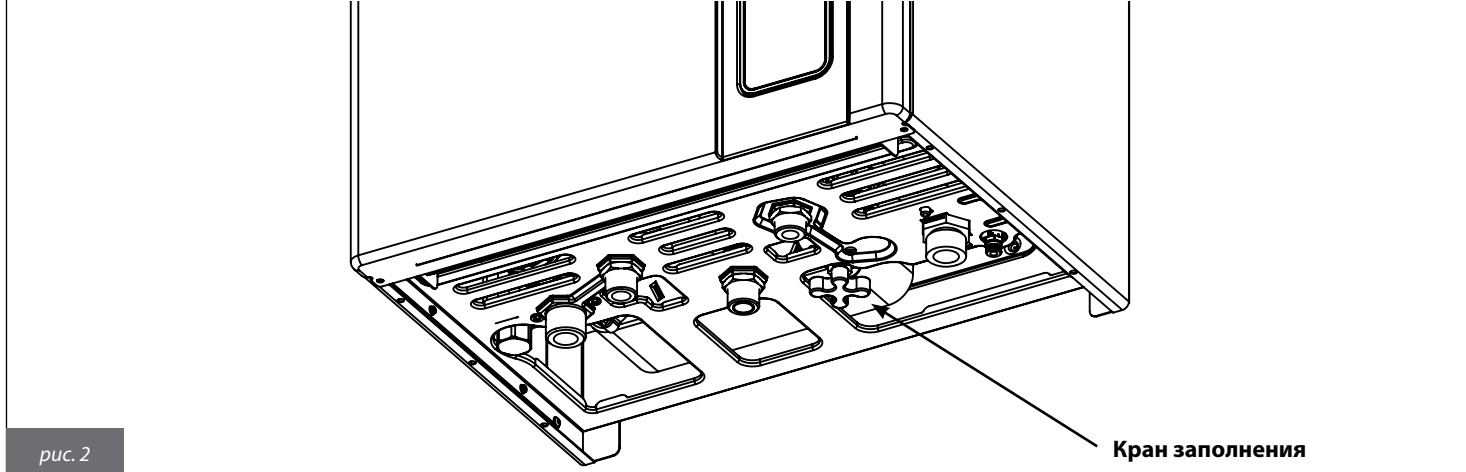

рис. 2
В случае мигания кода ошибки **E04**, означающего блокировку из-за недостаточного давления воды в системе (при этом срабатывает предохранительное реле давления воды) долейте воду в систему через наливной кран, как на рис.2.
- поверните ручку наливного крана (рис.2) против часовой стрелки, чтобы залить воду в котел;